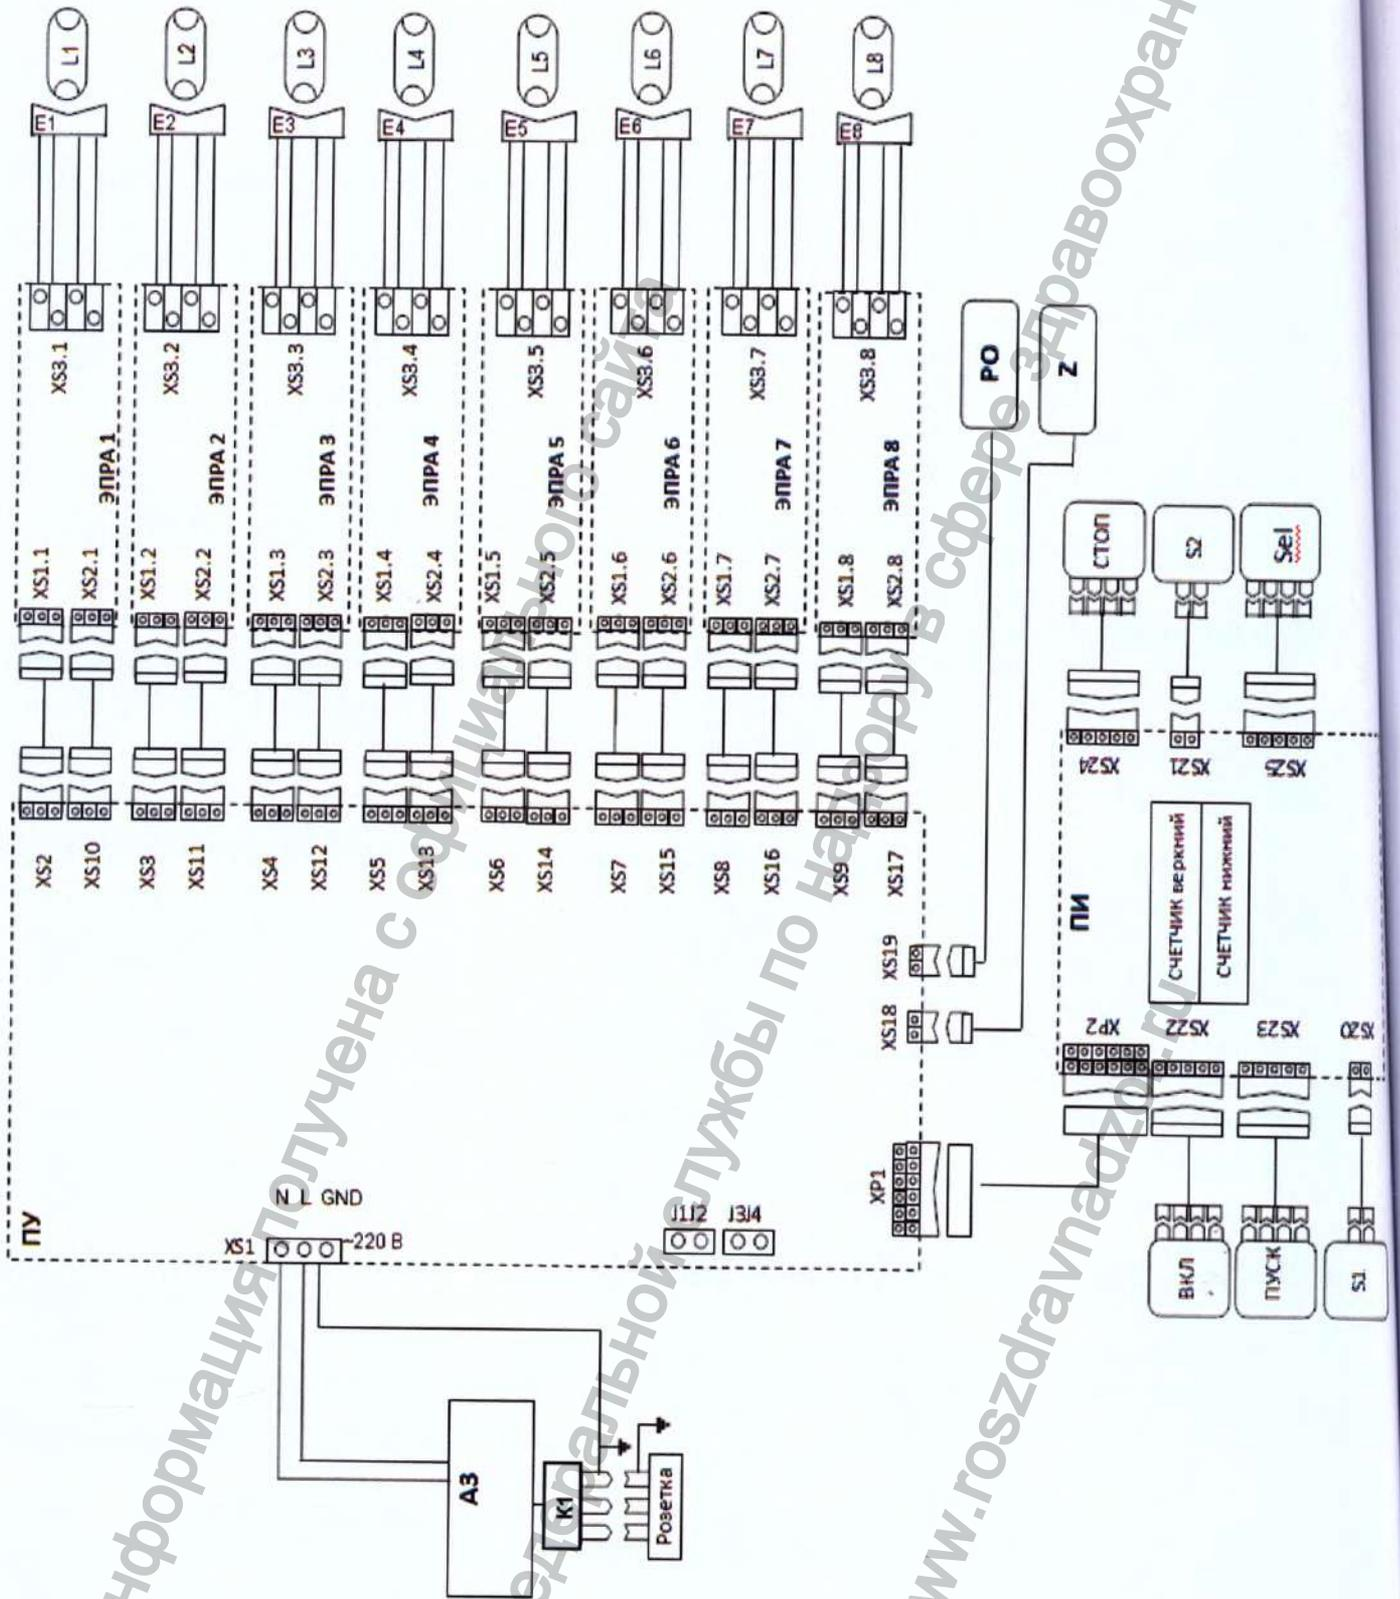

рис.30
- Вставить вилку шнура питания в розетку сети напряжением 220В с заземлением. Автомат защиты «АЗ» рис. 30 должен находиться в рабочем положении.